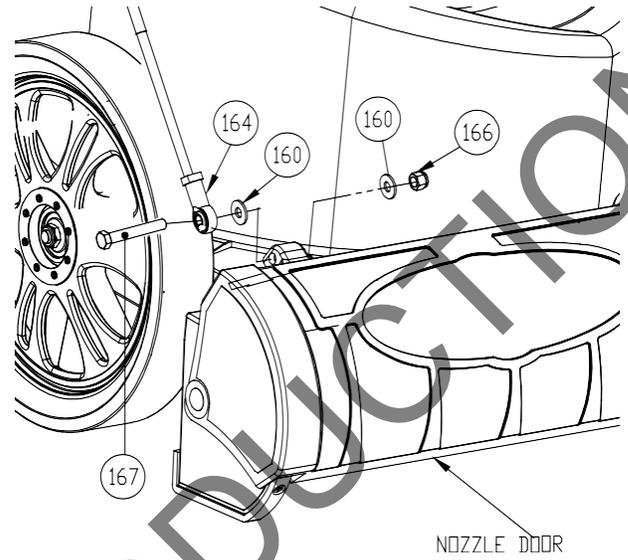

Abb. 4
5. Bringen Sie das Stangenende (Element 164) an der Stange der Stütztür an und sichern Sie es dann durch Anziehen der Kontermutter. (Siehe Abb. 4 nächste Seite)
8. Befestigen Sie die Düsentürstange am Hebel bei geschlossener Düsentür und Hebel in Schlauchsatz-Position. *NOTE:* Prüfen Sie, ob sich die Düsentür vollständig öffnet und schließt (siehe Seite 15). Ziehen Sie das Stangenende (Artikel 164) für eventuelle Einstellungen an oder lösen Sie es. (Siehe Abb. 4 und 5)